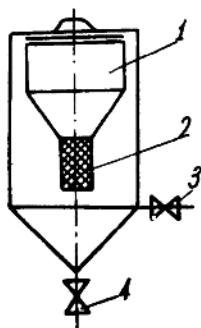

图 1
3. 回收来的废润滑油,应储存在带有锥形的专用桶内(如图1所示),使铁屑末和杂质水分等进行沉淀,以利于清除。